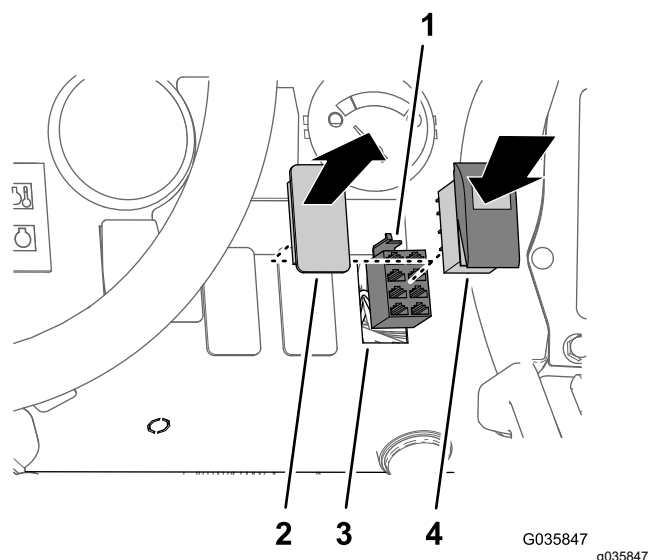

図 34
1. 図 34 に示すように、ダッシュパネルのスイッチプラグを外す。
2. ウルトラソニックブーム仕上げキットのワイヤハーネスの 8 ソケットコネクタ SONIC MODE MANUAL VS. AUTO というラベルがついているを、ロッカースイッチに接続する (図 34)。
3. ダッシュパネルの取り付け穴にロッカースイッチを取り付ける。パチンとはまるまでスイッチを押し込むこと 図 34。